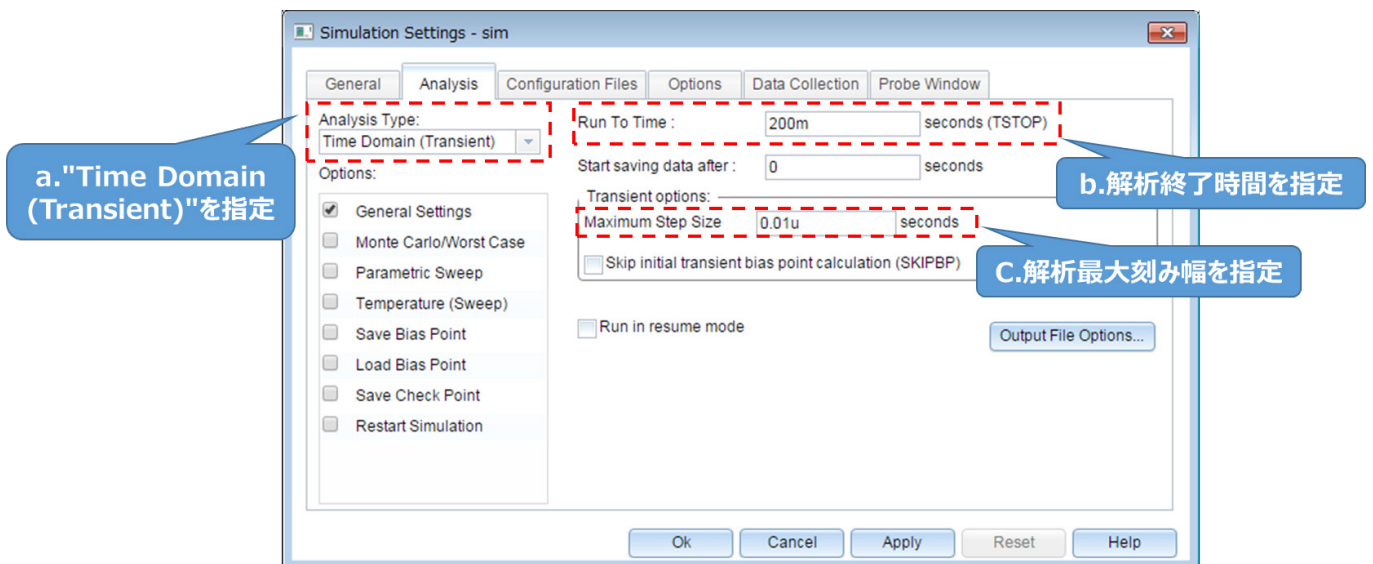

図 5.3 「Simulation Settings」-「Analysis」画面
- (2) (1)の手順後、図 5.3 の「Simulation Settings」ウインドウが表示され、各種解析設定が可能になります。まずは「Analysis」タブにて解析方法の設定を行います。「Analysis Type」は「Time Domain(Transient)」を指定してください。「Run To Time」で解析終了時間を指定し、「Maximum Step Size」にて解析における最大刻み幅を指定してください。